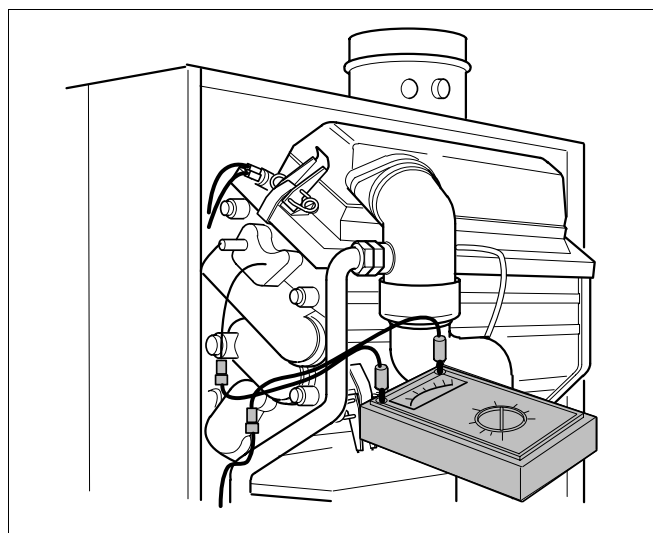

Fig. 31 Mesurer le courant d'ionisation
Mesurer le courant d'ionisation (fig. 31)
- Mesurer le courant d'ionisation (fig. 31). Il doit être $> 2 \mu\text{A}$ en courant continu.